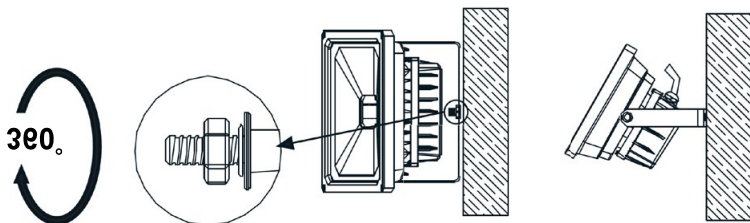

Рис.2. Способ установки 1.
3.2.1. Установка с возможностью поворота на 360 градусов (Рис.2).